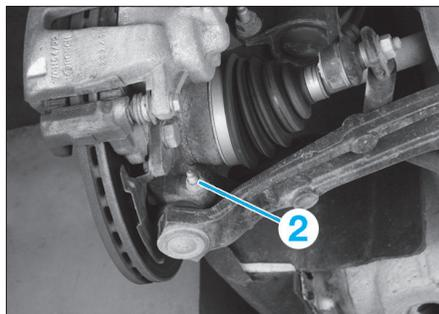

FIG. 16
- la rotule du triangle (2) (Fig.16).